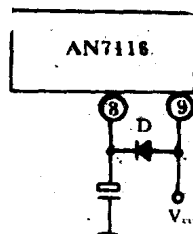

图 8
修理方法是：按图 8 所示，在 AN7116 ⑧脚与⑨脚之间并接一只 2CP 型二极管 D，即可使 AN7116 恢复正常工作。